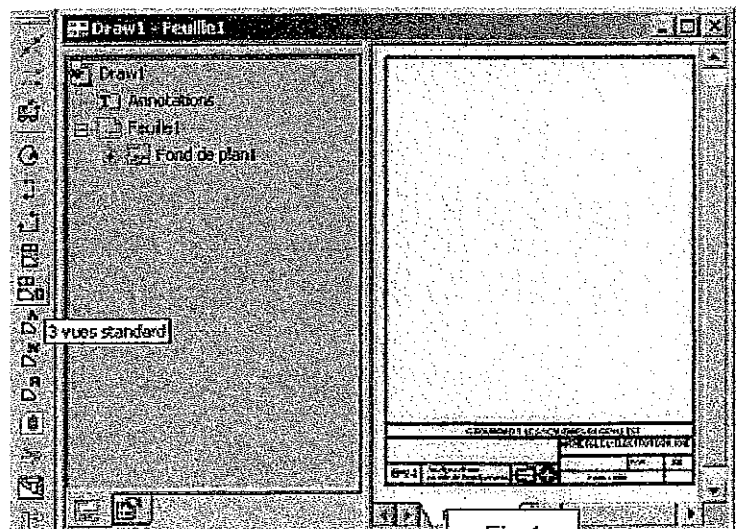

Fig.1
- Demander 3 vues standard – fig.1